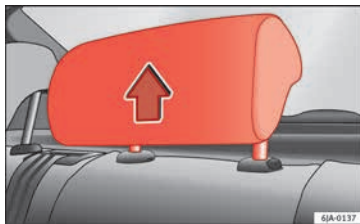

Abb. 74 Kopfstütze in Gebrauchsstellung
- Drei **Gebrauchsstellungen** » Abb. 74. In diesen Positionen verhält sich die Kopfstütze wie eine konventionelle Kopfstütze, und schützt die hinteren Insassen in Verbindung mit dem Sicherheitsgurt.